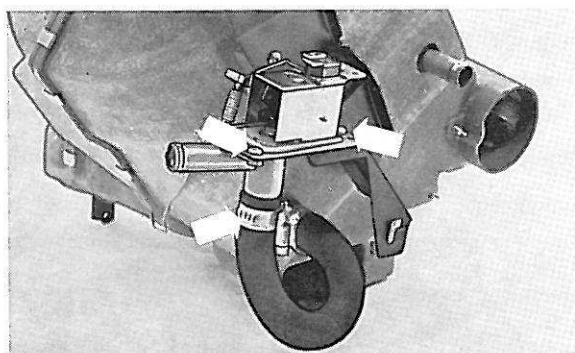

Figure 19. Valve de contrôle de température, système standard
2. Déconnecter le flexible débouchant de la valve de contrôle et démonter cette dernière de la console (figure 19).